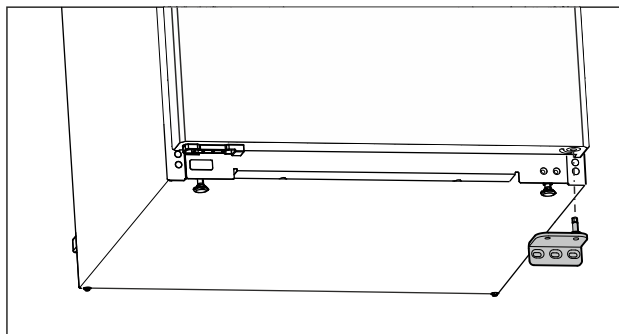

Fig. 11
- ▶ Zdjąć płytkę zawiasu w dół. (patrz Fig. 11)